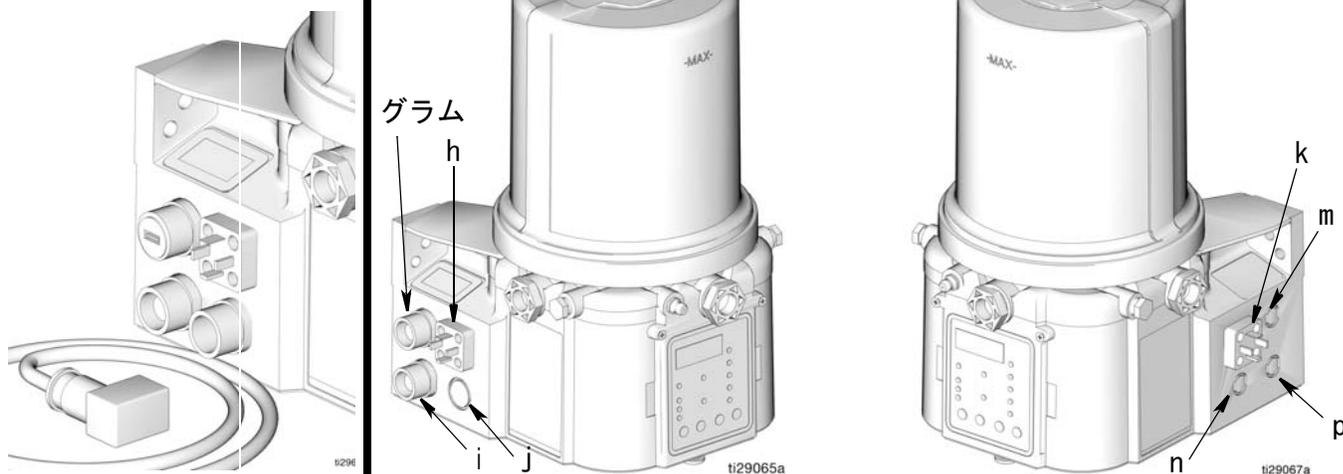

図 1
**注：**コード g ~ p は G3 ポンプの特定の位置に関する。これ等の場所については 図 1 を参照してください。